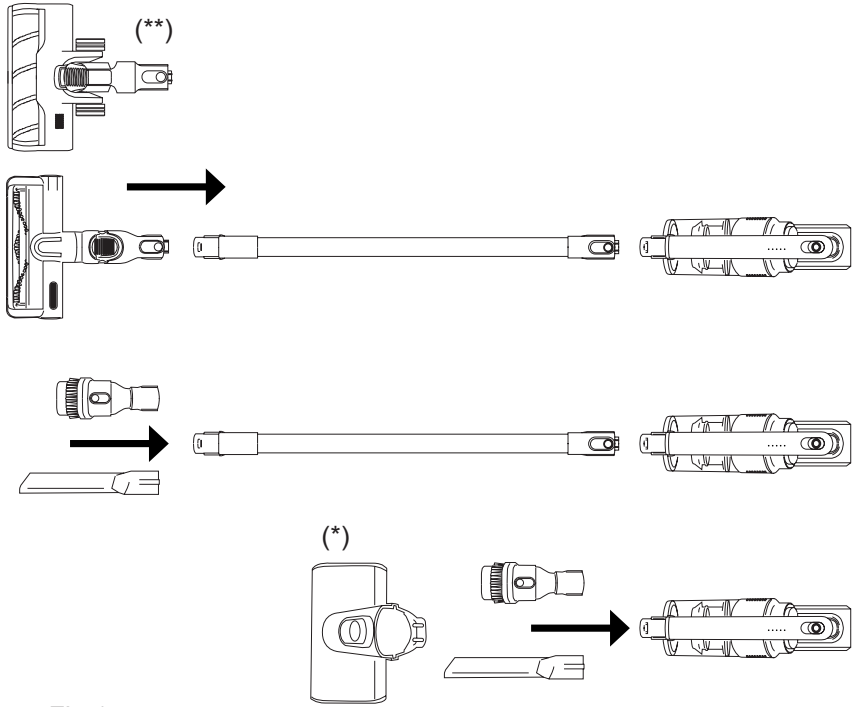

Fig.1
- El aspirador de mano está diseñado de tal forma que permite la inserción de los siguientes accesorios: (use la combinación que más se ajuste a sus necesidades). (Fig.1).